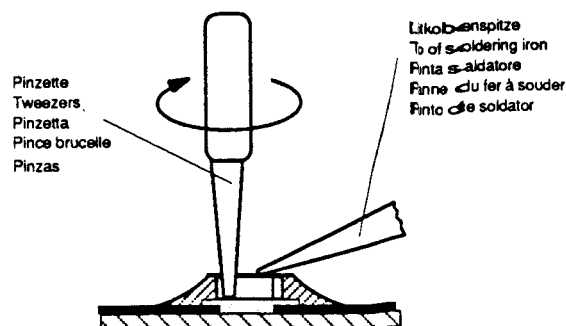

Fig. 2
2. Riscaldare le superfici di contatto del CHIP risp. te tutto il CHIP e staccarlo con cautela. Attenzione a non esercitare forza per non danneggiare le piste sottostanti (Fig. 2).
2. step: Warm up the ends of the CHIP or the whole CHIP component and remove the CHIP from the adhesive by turning it without application of force so that the tracks beneath the CHIP do not break (Fig. 2).
2. Chauffer légèrement les contacts externes du composant CMS ou le composant lui-même. Retirer ce dernier avec précaution en le tournant afin d'éviter un arrachement des circuits imprimés situés sous le composant (Fig. 2).
Segundo paso: Calentar los extremos o todo el CHIP y girarlo con las pinzas. No hacer fuerza para que la placa de circuito impreso no resulte dañada. Cuidar de que las pistas situadas debajo del CHIP no se suelten de la placa, ya que éstas también están pegadas (Fig. 2).